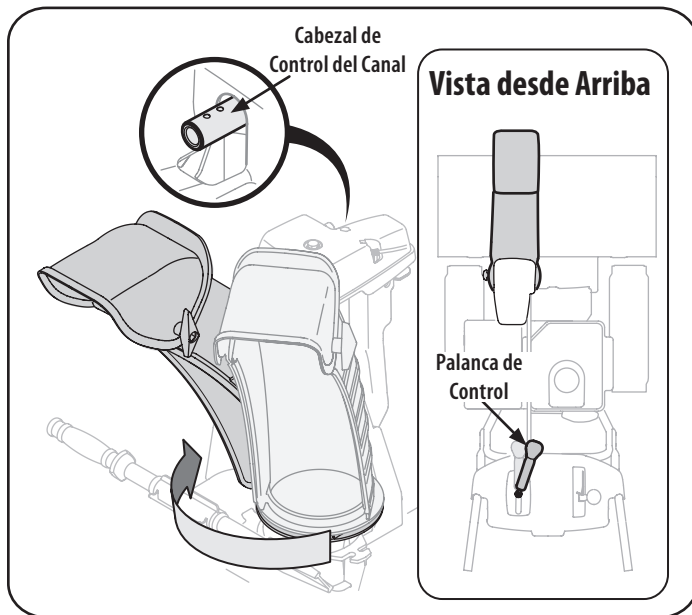
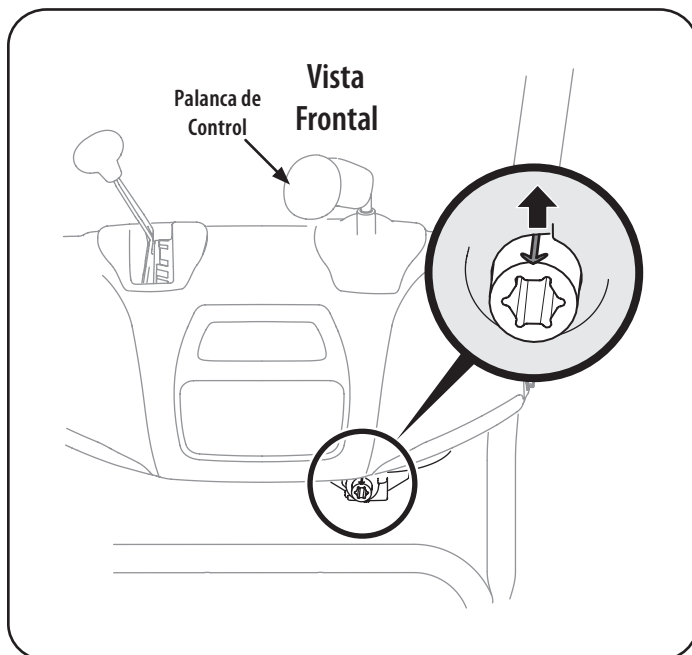

Figura 5
Figura 6
5. Apriete el disparador en la palanca de control y gire el canal manualmente para que mire hacia delante. Los orificios en el cabezal de control del canal estarán mirando hacia arriba. Vea la Figura 5.
6. Gire la palanca de control a la una posición tan que la flecha indicadora plateada en el engranaje del piñón por debajo del panel de control señale hacia arriba. Vea la Figura 6.
NOTA: La palanca de control girará ligeramente hacia la derecha. Vea la Figura 5 & la Figura 6.